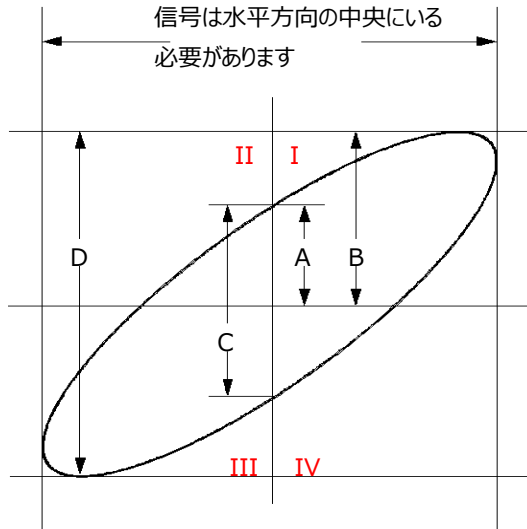

Figure 3-2 リサーチ図
5. 上図の測定結果を確認します。Figure 3-2 のリサージュ図に従うと、 $A/B(C/D)=1$ です。したがって位相差は $\theta = \pm \arcsin 1 = 90^\circ$ になります。